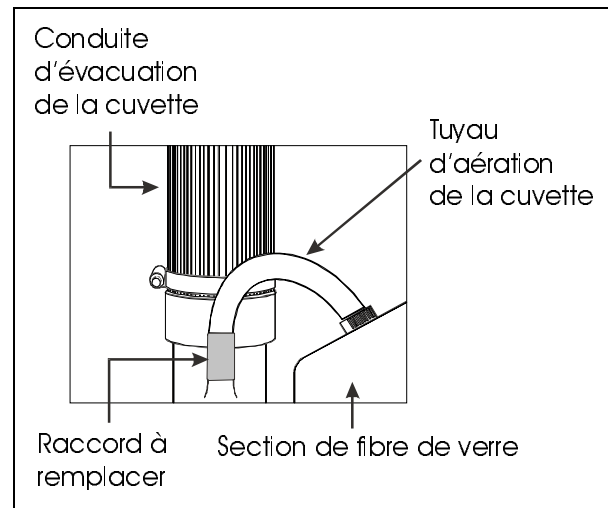

FIGURE 2A: RACCORD À REMPLACER
2. Le retrait de la poubelle laisse paraître une ouverture au bas de la cloison du cabinet d'aisances. Localiser, dans cette ouverture, le tuyau caoutchouté servant à l'aération de la cuvette (voir figure 2a).
3. Dévisser le raccord joignant le tuyau d'aération de la cuvette à la conduite d'évacuation (voir figure 2a).